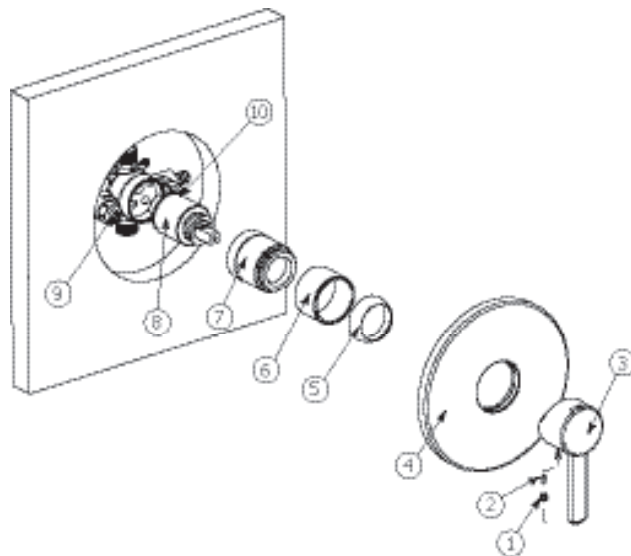

Fig.5
Shut off the main water supply, then remove all the components from (1) to (6). (See Fig.5). Afterwards, shut off the 2 check valves (9) & (10) by turning them clockwise with a screwdriver. Unscrew the cartridge holder (7) and remove the cartridge (8).
Fermer l'alimentation d'eau principale et démonter toutes les composantes de (1) à (6) (Voir Fig.5). Ensuite, fermer les deux valves d'arrêt (9) & (10) en les tournant dans le sens des aiguilles d'une montre avec un tournevis. Dévisser le manchon de valve (7) et enlever la cartouche (8).